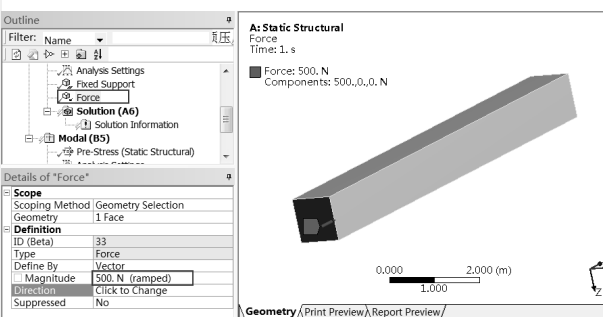

图 6-53 施加载荷
Step5 :选择 Force 选项 ,选择需要施加载荷的面 ,单击 Details of “Force”中 Geometry 选项下的 **Apply** 按钮 ,即可在选中面上施加载荷 ,如图 6-53 所示。